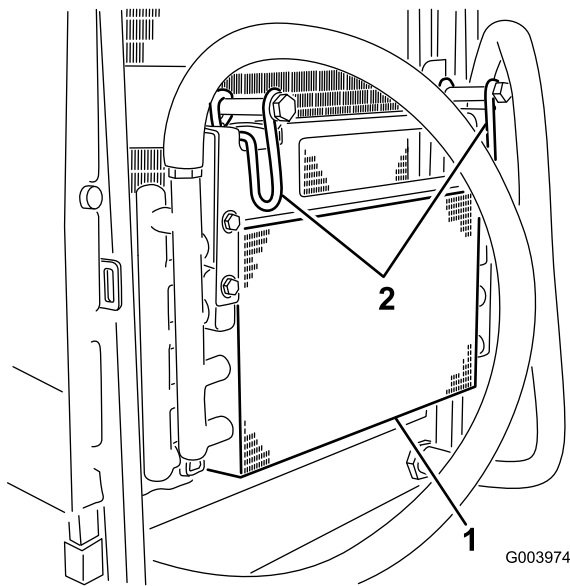

Figura 64
5. Girate i fermi verso l'interno per rilasciare il radiatore dell'olio (Figura 64).